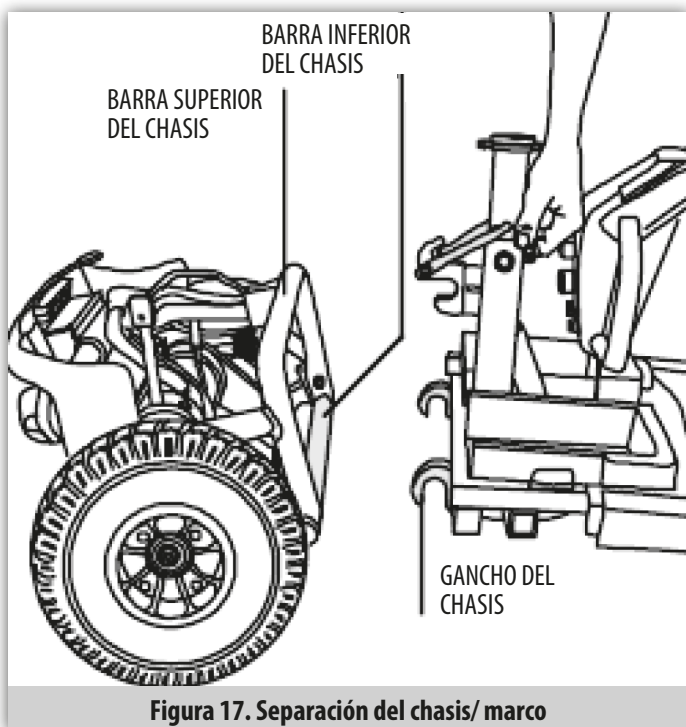

Figura 17. Separación del chasis/marco
- Separe las dos partes con cuidado. (Figura 17).
- Cuando los ganchos del chasis estén por encima de la barra inferior del chasis, baje completamente la parte frontal. (Figura 17).